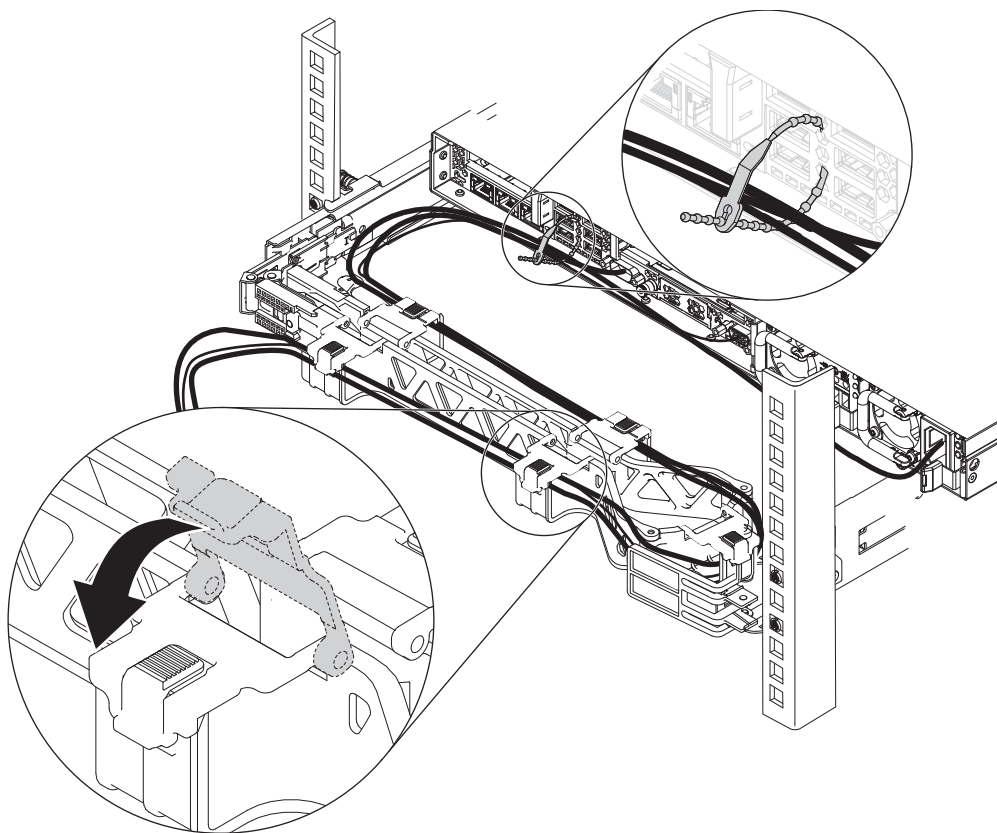

Figura 32. Conectando e roteando os cabos
6. Conecte e direcione os cabos, conforme mostrado na Figura 32 na página 45.